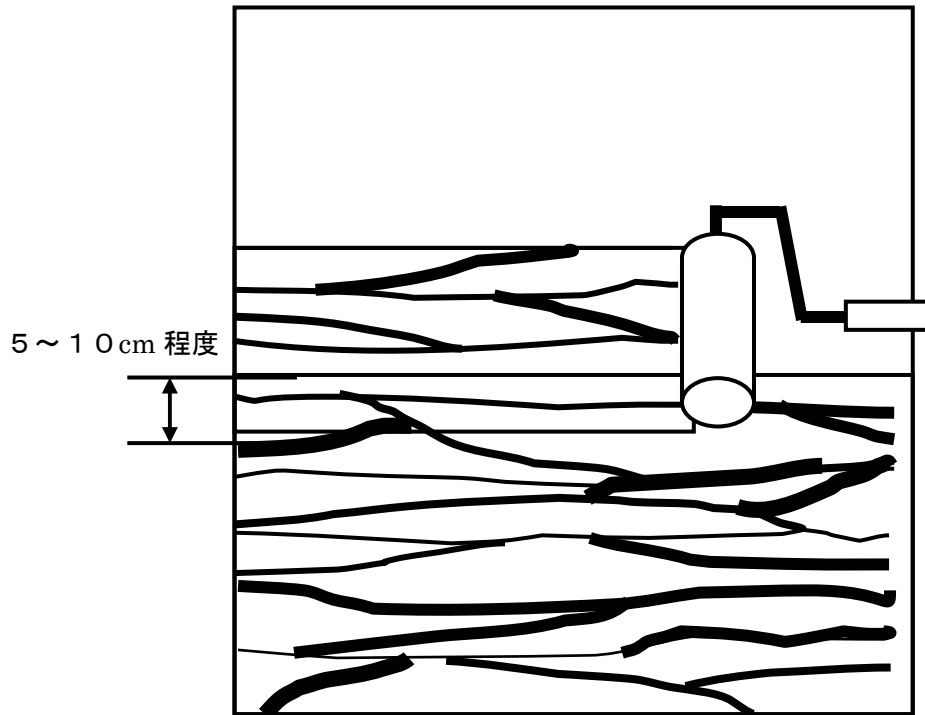

図3
- ・配り塗りしたジョリパットが乾燥しないうちに、JR-181を横方向に転がしパターン付けを行う(図3)。
- ・ 隣のパターンと5～10cm程度、交差するようにローラーを転がす。(図3)